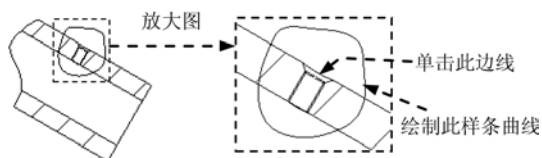

图 11.2.24 选取参考
Step2. 在系统  在一现有视图上选择要查看细节的中心点。的提示下, 在图 11.2.24 所示的边线上选取一点, 此时在选取的点附近出现一个红色的十字线。
Step3. 绘制放大视图的轮廓线。在系统  草绘样条, 不相交其他样条, 来定义一轮廓线。的提示下, 绘制图 11.2.24 所示的样条曲线以定义放大视图的轮廓, 当绘制到封闭时, 单击鼠标中键结束绘制 (在绘制边界线前, 不要选取样条曲线的绘制命令, 而是直接单击进行绘制)。